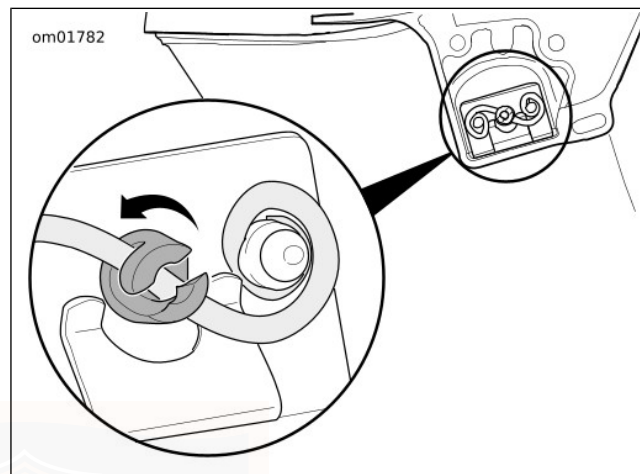

Figura 59. Installazione dei prigionieri di montaggio (vista in sezione)
3. Vedere Figura 59. Spingere i prigionieri di montaggio e girarli in senso orario di un quarto di giro per impegnare il fermo tubolare.